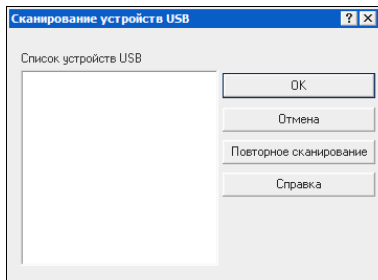

Рис. 4. Настройка порта принтера: USB или Firewire
3. Из доступных вариантов выберите свое устройство USB, а затем щелкните **ОК** (см. рис. 4).